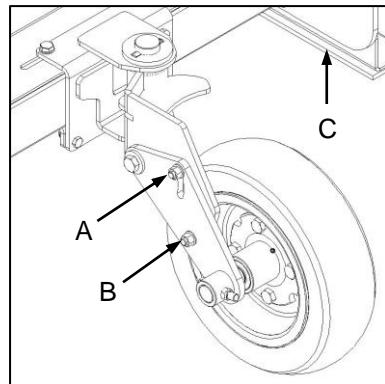

Fig. 6
- To set working height, loosen the pivot bolt (Fig. 6-A) while removing the height setting bolt (Fig. 6-B) completely.
- Note that the articulated rear wheels may be used with the side panels and skids still in place. However, these must be suitably adjusted to prevent any ground contact during operation (Fig. 6-C). Failure to observe this requirement will result in structural and mechanical failure not covered under warranty.
- Om die werkshoogte te stel, draai die spilbout los (Fig. 6-A) los en verwijder die hoogteverstellingsbout heeltemal (Fig. 6-B).
- Let daarop dat die geartikuleerde agterwiele gebruik kan word met die sypanele en glystukke steeds in posisie. Dié moet egter so verstel word dat daar geen grondkontak tydens bedryf is nie (Fig 6-C). Versuim om hierdie vereiste na te kom sal tot strukturele en meganiese onklaarraking lei wat nie onder waarborg gedek word nie.